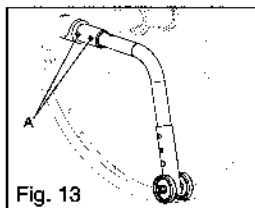

Fig. 13
Cómo instalar los antivuelco estándar (Fig. 13)
1. Presione el pasador de liberación antivuelco trasero (Fig. 13:A) en el tubo antivuelco para que los dos pasadores de liberación arrastren hacia dentro.
1. Presione el pasador de liberación de la rueda antivuelco para que el pasador de liberación (Fig. 13:A) quede hacia adentro.